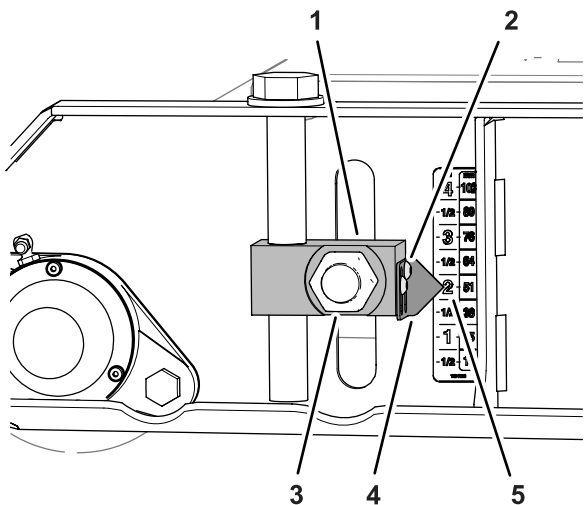
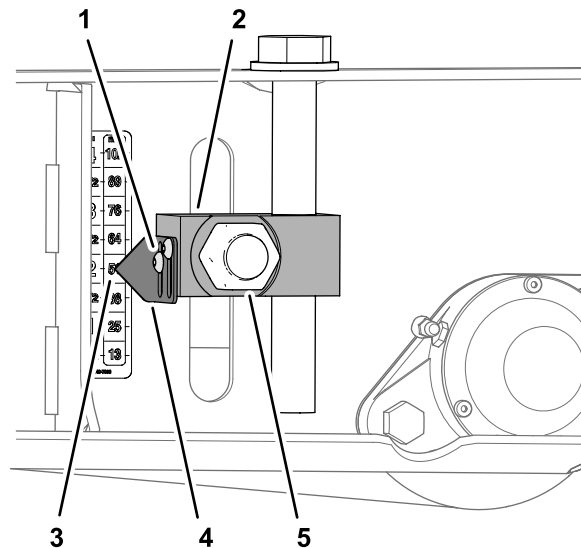

図 82
図 84
3. 刈高アジャスタブロックにポイントを固定しているソケットヘッドねじ2本をゆるめて、ポイントをデカルの 51 mm2"マークに合わせて、ねじを元通りに締め付ける 図 82。
6. 刈高アジャスタブロックに2つのポイントを固定しているソケットヘッドねじ2本をゆるめ、各ポイントをデカルの 51 mm2"マークに合わせて、ねじを元通りに締め付ける 図 84。
7. 前後のローラの刈高アジャスタブロック4個固定しているナット4個 図 82と図 84を、322396 N·m 33-40 km.m = 238-292 ft-lbにトルク締めする。